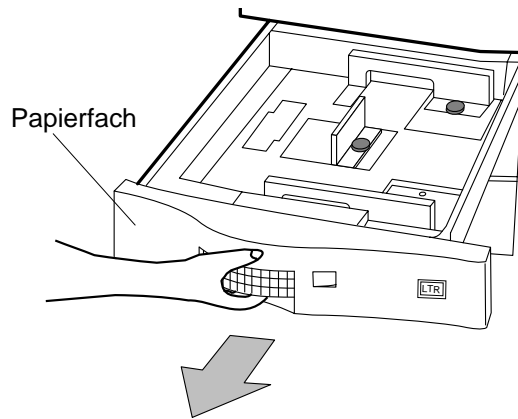

Abbildung 3-1 Herausziehen des Standard-Eingabefachs
1. Ziehen Sie die Standardzuführung wie in Abbildung 3-1 gezeigt heraus.